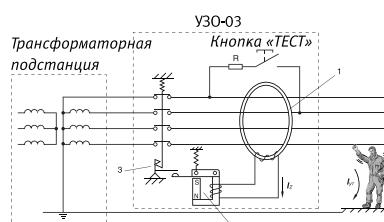

Рис. 1. Принцип действия УЗО.
Принцип действия устройства защитного отключения, реагирующего на ток утечки, поясняется на рис. 1. В нормальном режиме при отсутствии тока утечки по проводникам силовой цепи, проходящим сквозь окно магнитопровода ДТ (1), протекают рабочие токи нагрузки. Эти токи наводят в магнитном сердечнике ДТ равные, но векторно встречные направленные магнитные